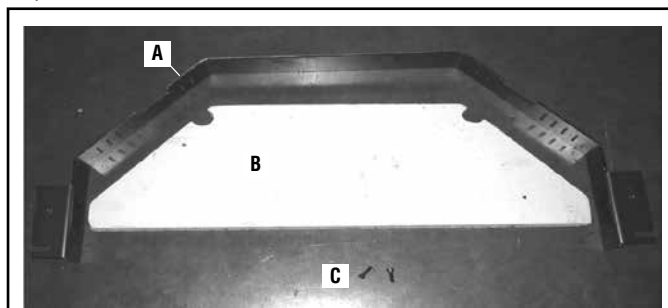
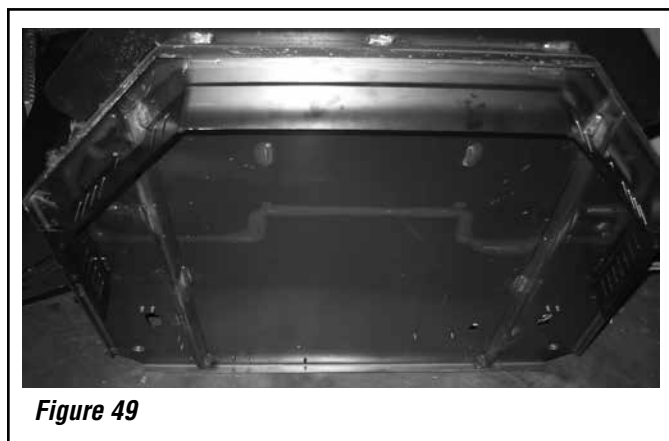

Figure 48
Figure 49
(Voir Figure 48)
1. Installer la pièce de garniture inférieure de 50 mm (2 po). Fixer cette pièce sous la partie avant de la base du poêle encastrable à l'aide des deux vis (**Figure 48**, repère C) fournies, l'une à l'extrémité gauche de la base et l'autre à l'extrémité droite. **Remarque** : Pour faciliter l'opération, incliner le poêle encastrable vers arrière avec la plus grande précaution (voir **Figure 49**).